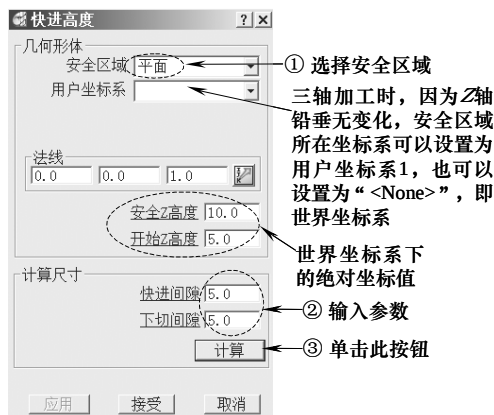

图 6-15 设置快进高度参数
4) 设置快进高度：在 PowerMILL “综合” 工具栏中，单击“快进高度”按钮，打开“快进高度”表格，按图 6-15 所示设置快进高度参数，完成后单击“接受”按钮退出。